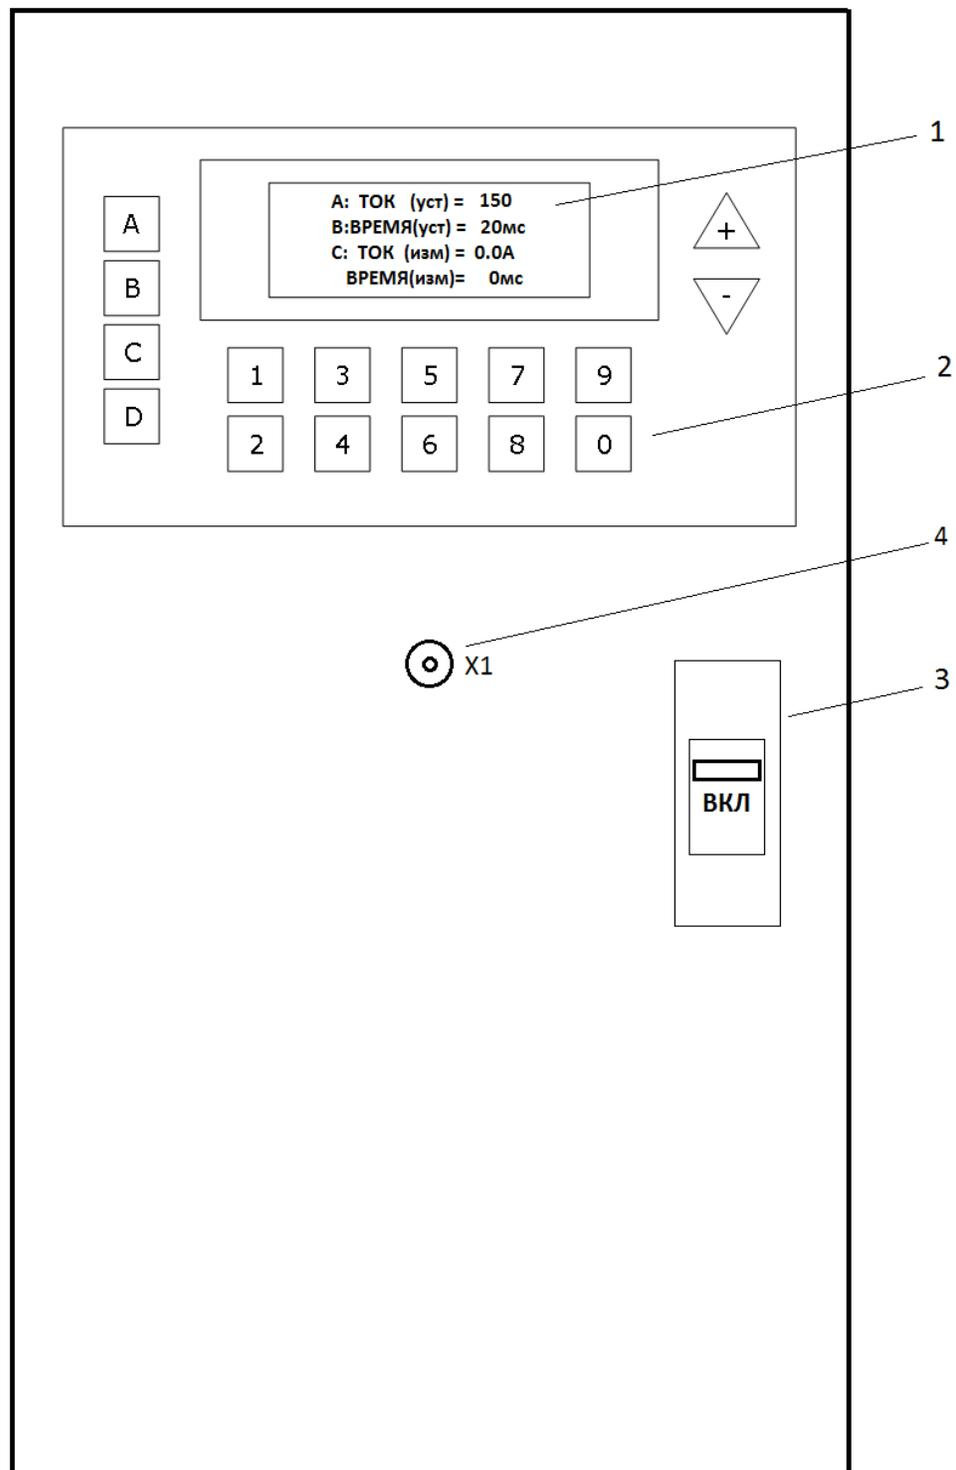

Рис.2. Передняя панель комплекта СИЛУС-Т 1600А
4.3.2 Передняя панель комплекта представлена на рис.2. На ней расположены:
Внешний вид клавиатуры комплекта представлен на рис.2. Назначение клавиш клавиатуры приведено в таблице 1.
Внешний вид дисплея представлен на рис.2.